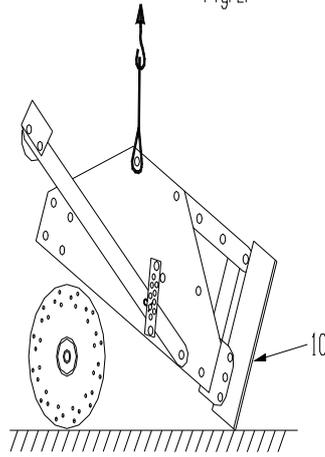

Fig. 3.
6. Levante de novo lentamente a máquina, veja a Fig. 3, até que o rotor possa ser removido.